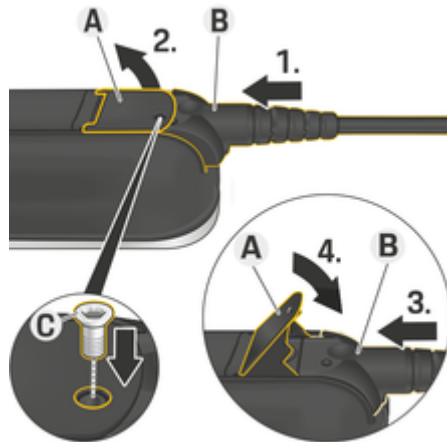

图 280 连接电缆和固定插头
- ✓ 杆 A（图 280）已合上。
- 1. 将插头 B（图 280）插入控制单元内，直至感觉到阻力。
- 2. 提升杆 A（图 280）。
- 3. 完全推入插头 B（图 280）。
- 4. 合上杆 A（图 280）。
- 5. 使用螺钉 C（图 280）将插头 B（图 280）固定到控制单元上。